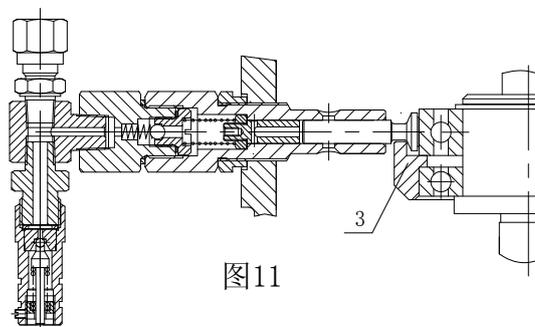

图11
d) 按（图7）中装入方向将泵体、柱塞斜向上插入安装螺孔内（预防柱塞掉出），并必须稳妥将柱塞锥形端部钩入挡盘(3)的凹槽内，然后缓慢旋进泵体复原如(图11)所示。